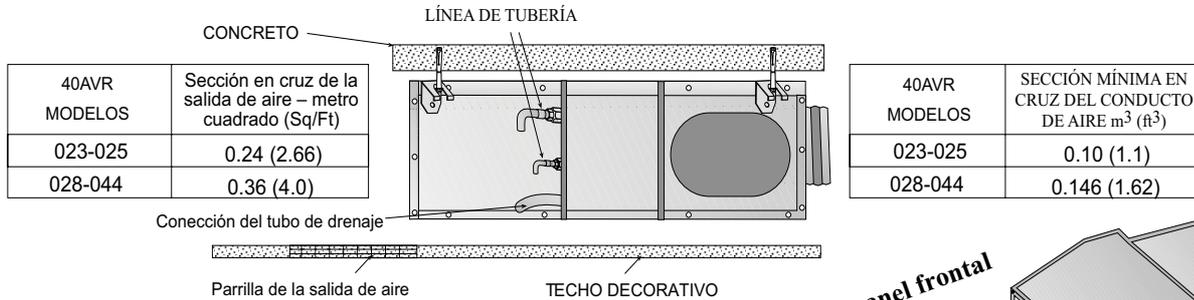

Fig. 7
- Información de instalación típica (ver Fig. 7):